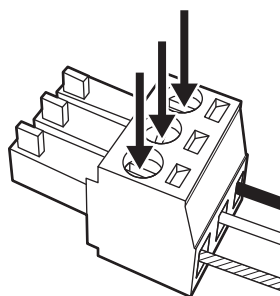

図 2
2) ドライバーで 3 ピン 3.5 mm 着脱式端子台プラグのねじをしっかりと締めつけ、リード線を固定する (図 2)